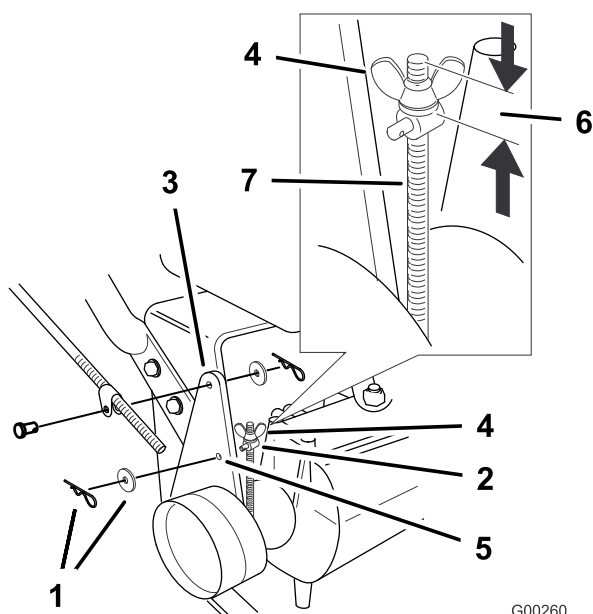

Figura 46
Nota: Para el ajuste inicial, ajuste la tuerca de orejeta hasta que se encuentre a 32 mm (1-1/4 pulg.) de la parte superior de la varilla (Figura 46).
- Para ajustar el freno, retire el pasador de horquilla y la arandela de la palanca del freno y el collar (Figura 46).
- Instale el collar en el taladro F (Figura 46). Apriete la tuerca de orejeta.
- Fije el collar a la palanca de freno con la arandela y el pasador de horquilla (Figura 46).